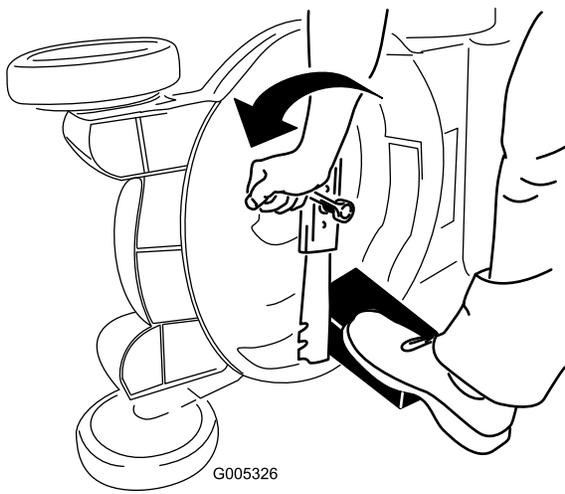

図 48
3. 角材などを使ってブレードをしっかり保持する 図 48。
4. ブレードを取り外す。外したボルト類はすべて保管する 図 48。